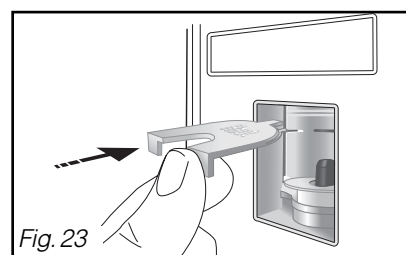

Fig. 23
- Clippez le déflecteur au dessus de la pompe (Fig. 23).